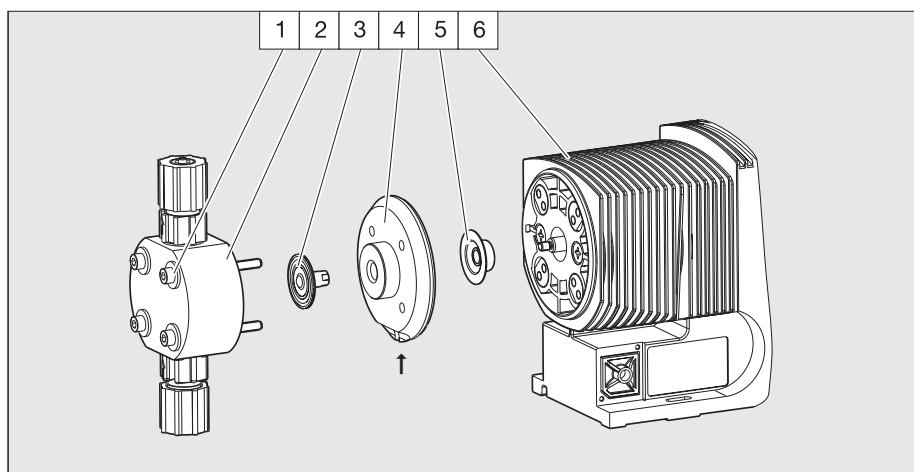

Fig. 11
- les membranes de dosage des pompes doseuses (voir fig. 11 et 12)
- **Dans la position de montage ultérieure de la pompe, le perçage de fuite doit être dirigé vers le bas (voir la fig. 11) !**
- **Disposez l'entretoise de tête doseuse (4) tout de suite dans la position correcte sur le corps de pompe (6) ! Ne tordez pas l'entretoise de tête doseuse (4) au corps de pompe (6) afin que la membrane de sécurité (5) ne se déforme pas !**
- ▶ Placez la membrane (3) dans l'entretoise de tête doseuse (4).
- ▶ Maintenez l'entretoise de tête doseuse (4) et vissez la membrane (3) en sens horaire jusqu'à ce qu'elle soit bloquée (la résistance du ressort de rappel devient sensible).